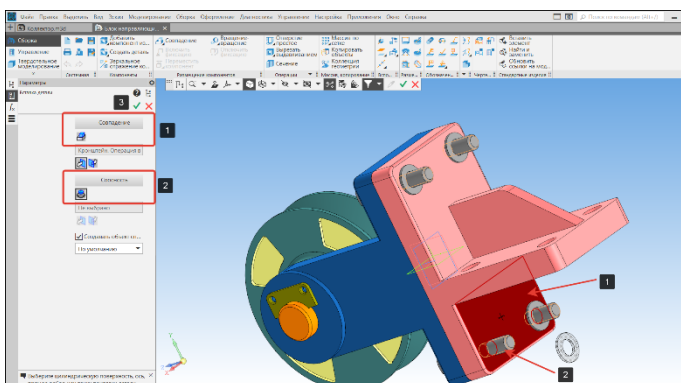

Рисунок 334 – Сопряжение Шайба-Кронштейн
- Для сопряжения Шайба-Кронштейн укажем плоскость сопряжения совпадения (плоскость кронштейн) (1) и соосность (ось болта) (2) (Рисунок 334). Выполним сопряжение для всех болтовых соединений;